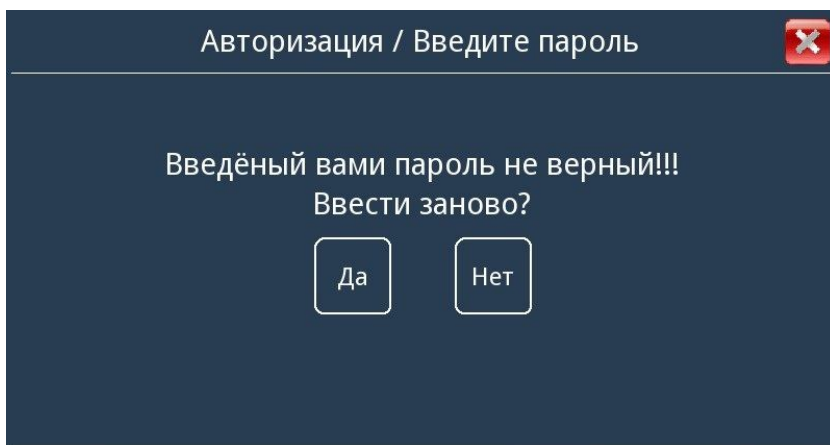

Рисунок 11 – Сообщение о неверном вводе пароля
10.7 При вводе пароля не соответствующего заданному откроется окно с сообщением о неправильном вводе (рисунок 11).